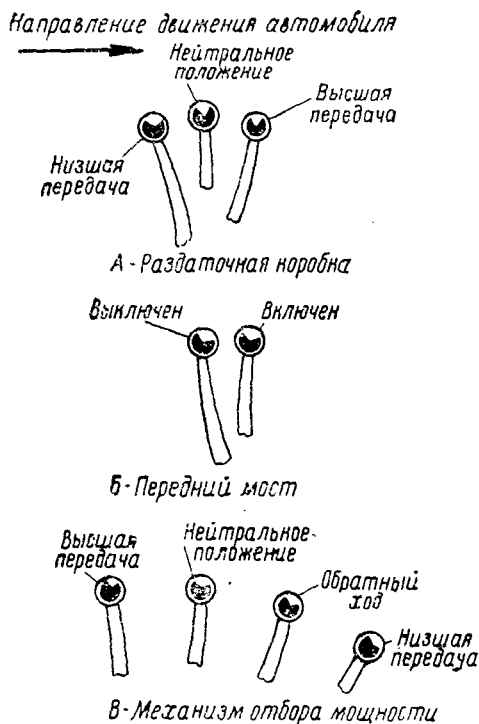

Рис. 7. Схема положений рычагов переключения раздаточной коробки, переднего ведущего моста и механизма отбора мощности
6. Включай (рис. 7) передний ведущий мост при езде по пересечённой местности, бездорожью (глубокая грязь, снег, песок, заболоченная местность).
4. Для самовытаскивания автомобиля (одновременной работой лебёдки и колёс) поставь рычаг включения механизма отбора мощности в положение **низшей** передачи (рис. 7). В коробке перемены передач включи первую передачу, а в раздаточной коробке **низшую** передачу.